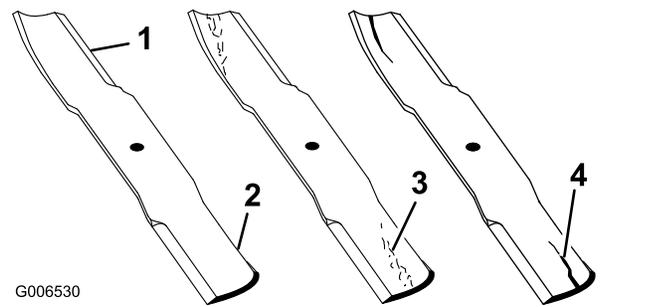

Figura 66
1. Inspeccione los filos de corte (Figura 66).
4. Si observa grietas, desgaste o la formación de una ranura en esta zona, instale inmediatamente una cuchilla nueva (Figura 66).